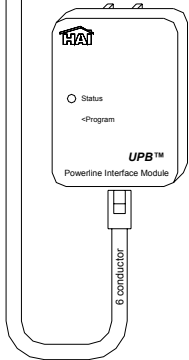

FIGURA 1 - CONEXION DEL CONTROLADOR
6. Refierase a la Figura 1 (CONEXION DEL CONTROLADOR) para esta configuracion.